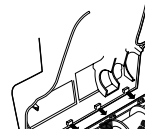

Fig. 26
- 3 Pour réassembler, insérez les onglets situés dans le coin supérieur du couvercle inférieur dans les orifices correspondants situés sur la partie supérieure et inclinez-le jusqu'à ce qu'il s'enclenche en place. **(Fig. 26)**